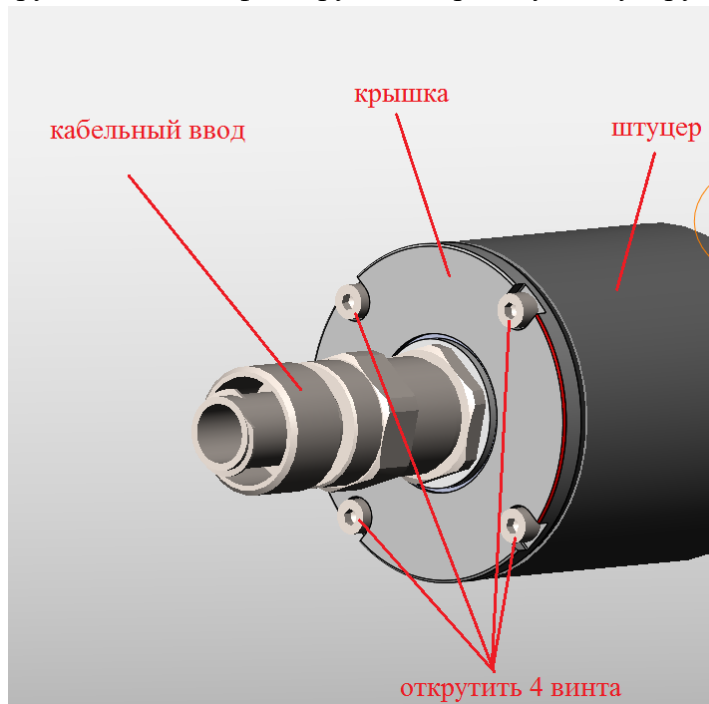

Рисунок 36 – демонтаж винтов
4.2.2.1 Отсоединить разъём кабельного ввода (см. Рисунок 36).
4.2.2.2 Открутить 4 винта, фиксирующие крышку к штуцеру (см. Рисунок 36).